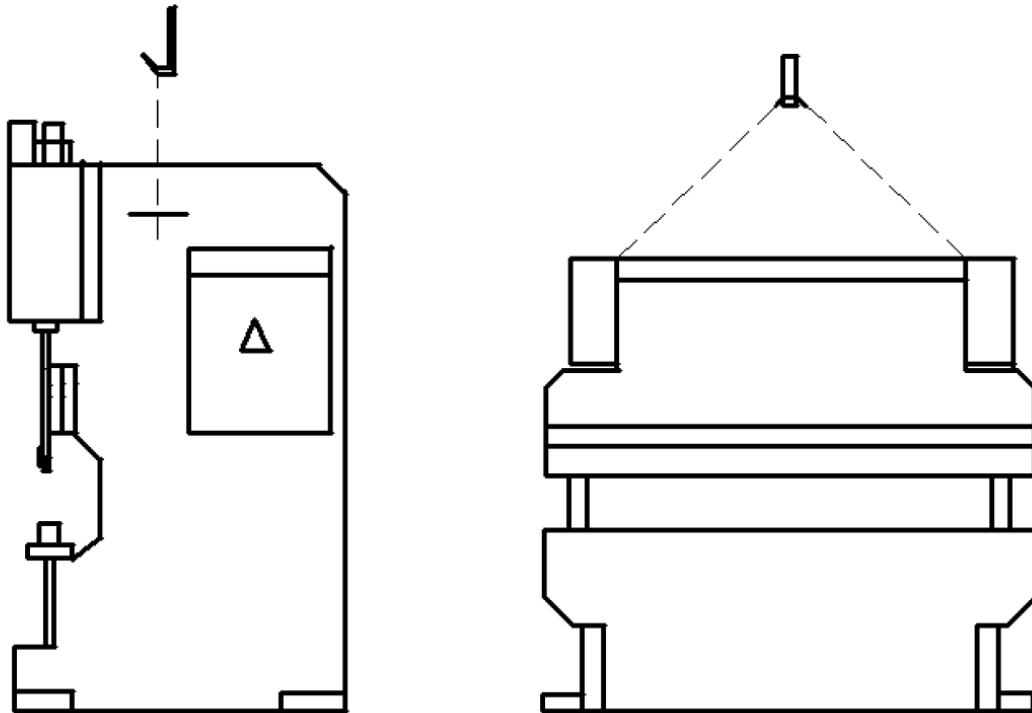

Рис. 14 Подъем
1. Центр тяжести станка расположен высоко, при этом вес станка не такой большой. Поэтому во время подъема, погрузочно-разгрузочных работ и установки необходимо обращать внимание на положение центра тяжести, чтобы избежать аварийного опрокидывания станка. Надавите на положение (рис. 14), стальной трос должен прокладываться в точке контакта между станком и поверхностью, чтобы предотвратить повреждение краски. Запрещается разгружать упорный железный уголок при перемещении. Упорный уголок можно разгрузить только после установки станка.